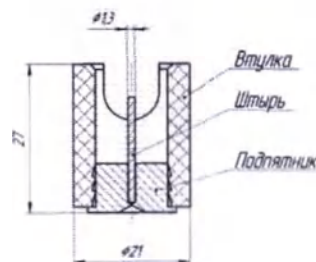

Рис. 3. Толкатель
3.3 В комплекте поставки наконечника с фрикционным патроном имеется толкатель (рис. 3), позволяющий вставлять и извлекать режущие инструменты из патрона.